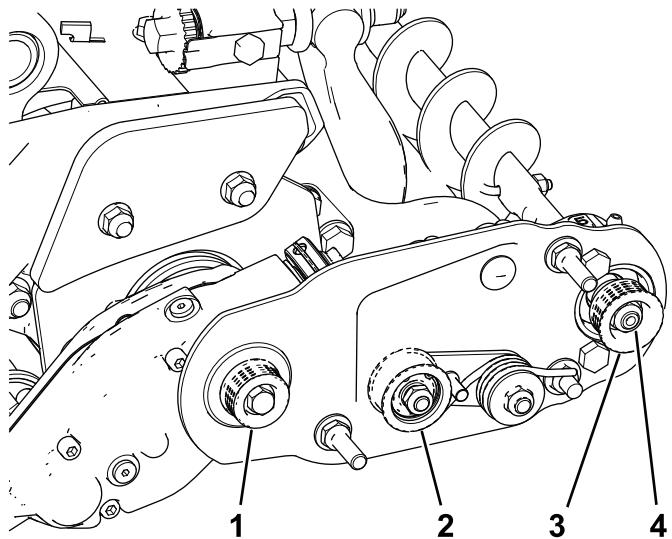
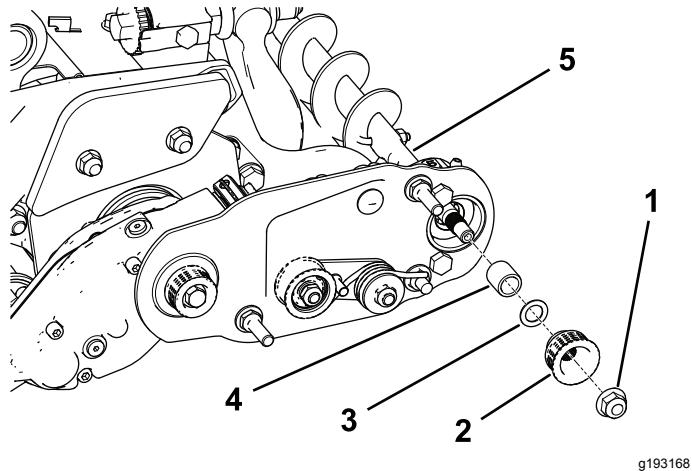

Figura 22
Figura 23
1. La polea arrastrada (en el eje del cepillo del rodillo) puede desplazarse hacia dentro y hacia fuera (Figura 22).
2. Mientras gira del molinete, que hará girar a su vez la polea motriz, haga palanca para retirar la correa de la polea motriz (Figura 22).
- Retire la contratuerca que sujeta la polea arrastrada al eje del cepillo (Figura 22 o Figura 23).
- Retire la polea arrastrada del eje (Figura 23).
- Si es necesario desplazar la polea hacia fuera, añada una arandela de 0,8 mm de grosor (Figura 23).
- Instale la polea, tal y como se muestra en la Figura 23.